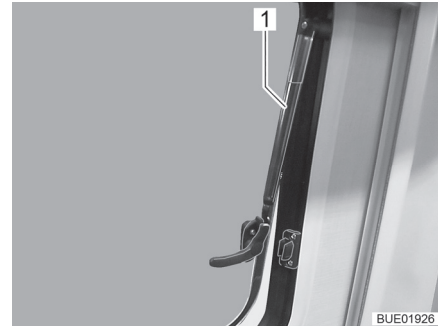

Bild 11 Ausstellfenster mit Automatik-Ausstellern, geöffnet
- Ausstellfenster bis zur gewünschten Stellung öffnen. Ausstellfenster mit Automatik-Aussteller (Bild 11,1) selbstständig einrasten lassen.